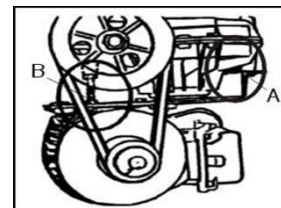

Fig.8
- * Vérifier et ajuster la tension de la courroie de la machine. (Fig.8)